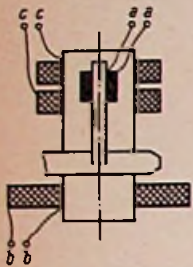
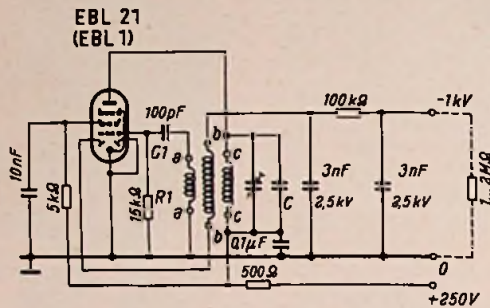
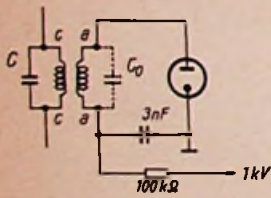

Bild 1. VE-Spulensatz des Hochspannungs-Transformators mit eingebaute Kopplungsspule
Bild 2. Die Schaltung des Hochspannungs-Generators
Bild 3. Prinzip des Gleichrichterkreises
Des öfteren wurde vorgeschlagen, hohe Anodenspannungen für die Strahlröhre von Oszillografen in einer Schwingerschaltung zu erzeugen. Meist fehlen jedoch die Angaben für den erforderlichen Spulensatz. Hierzu eignet sich aber sehr gut einer der bekannten VE- oder DKE-Spulensätze nach Bild 1.
Der Hf-Hochspannungsgenerator wird nach Bild 2 in Meißner-Schaltung betrieben. Die MW-Spule bildet zusammen mit dem Kondensator C den eigentlichen Schwingkreis. Eine Zusatzwicklung a-a mit etwa 20...30 Windungen auf einem Trolitul-Spulenkörper von 8...10 mm Durchmesser bildet die Gitter- bzw. Rückkopplungsspule. Sie wird nach Bild 1 im Innern des VE-Spulensatzes befestigt. Die LW-Spule b-b mit ihrer hohen Windungszahl bildet die sekundäre Wicklung des Hf-Transformators. An sie ist die Gleichrichterschaltung anzuschließen.
1. Der Wert der Kreiskapazität wird hier absichtlich nicht genannt, er muß nämlich im Betrieb experimentell ermittelt werden. Der Abstimmkreis mit dem Kondensator C ist dabei in Resonanz mit dem Sekundärkreis (Spule b-b) zu bringen, um die hohe Spannung von etwa 1000 V zu erhalten. Es handelt sich hierbei um zwei gekoppelte Kreise; sind sie nicht auf die gleiche Frequenz abgestimmt, so erhält man höchstens 200...300 V Sekundärspannung. Zum Abgleichen auf Resonanz bzw. maximale Ausgangsspannung benutzt man zweckmäßig einen Drehkondensator. Ist der richtige Kapazitätswert ermittelt, dann wird er durch einen Festkondensator C ersetzt. Außerdem empfiehlt sich, wie in Bild 2 angegeben, einen Trimmer parallel zu C anzuordnen. Die Kapazität des Sekundärkreises besteht nur aus der Eigenkapazität C_0 der Spule. Bild 3 gibt die Schaltung des Sekundärkreises in der üblichen Darstellungsweise wieder.